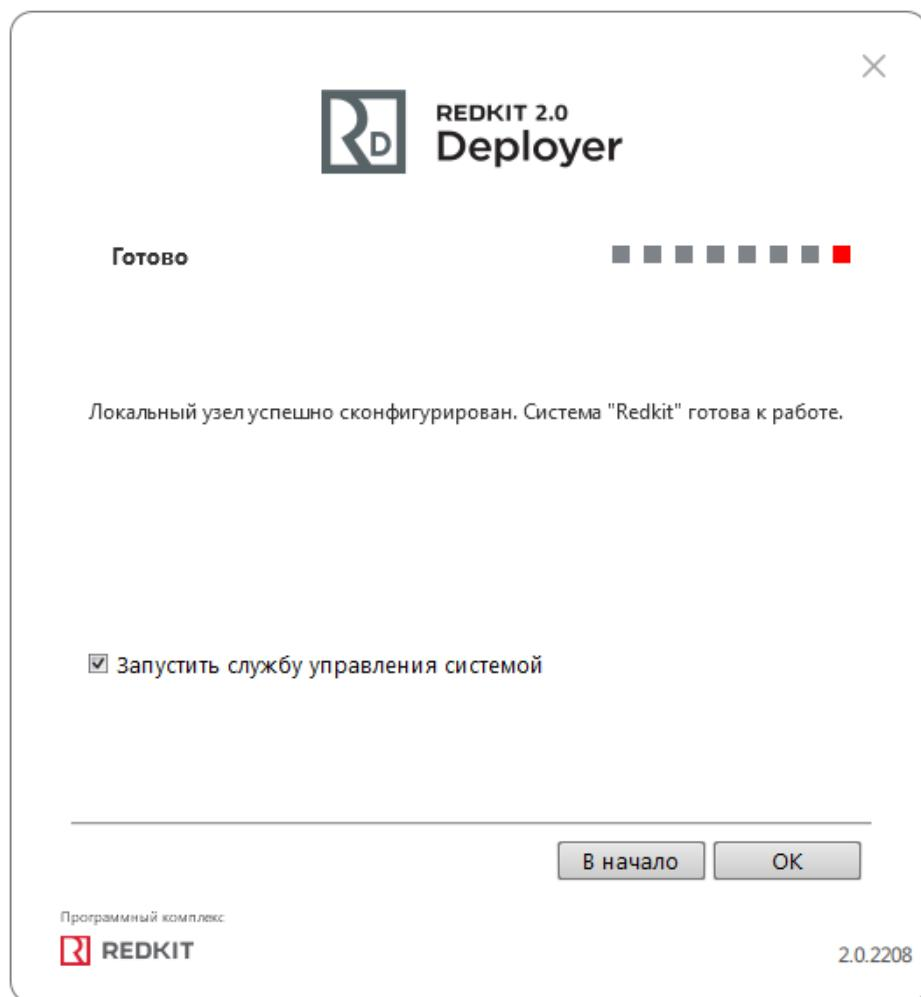

Рисунок 111 - Окончание конфигурации
16. Заполните чекбокс у команды **Запустить службу управления системой** и нажмите **OK** (Рисунок 111). Если у вас была установлена система ранее, то сначала появится окно сохранения текущей конфигурации: выполните действия в нем согласно разделу Сохранение текущей конфигурации.